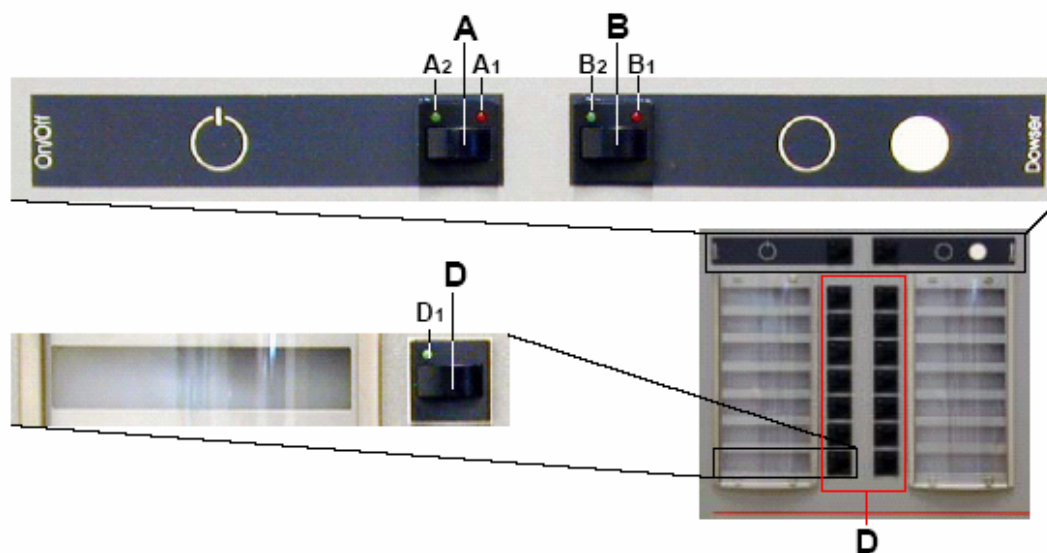

图 10-3 灯泡点火和挡光板开启
2. 按下灯点火按钮(A)。(图 10-3)
1. 再按灯点火按钮 (A) (图10-3)。
2. 再按挡光板按钮 (B) (图10-3)。